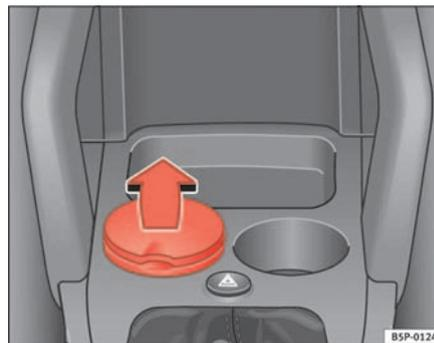

Fig. 113 Cenicero alojado en portavasos delantero
- Para abrir el cenicero, levante la tapa ⇒ fig. 113